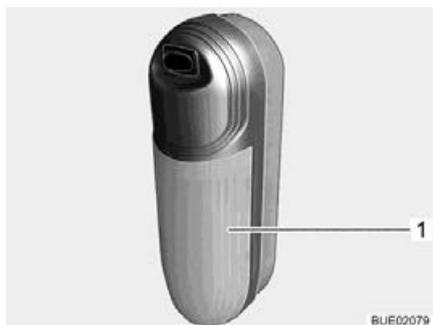

Bild 295 Aufbauleuchte
- Transparente Abdeckung (Bild 295,1) leicht vom Schalter wegziehen und abnehmen.